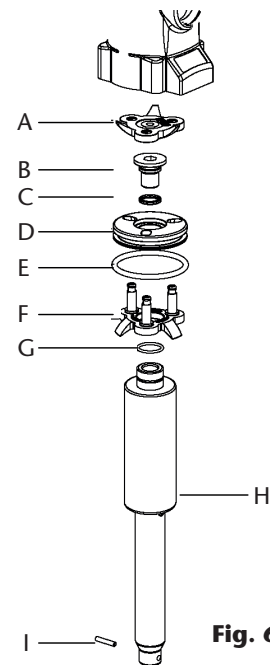

Fig. 6
- Desenrosque el tubo de succión con cuidado de no dañar la junta de unión (D).
- Quite el pasador (I) para separar la parte inferior de la bomba (fig. 6).
- Desatornille los tornillos (C) y tire de la cazoleta hacia arriba de forma que quedarán todas las piezas del cuerpo motor de aire al descubierto.
- Sustituya las piezas (A) y (B) si fuera necesario.
CONJUNTO INVERSOR (Fig. 6)